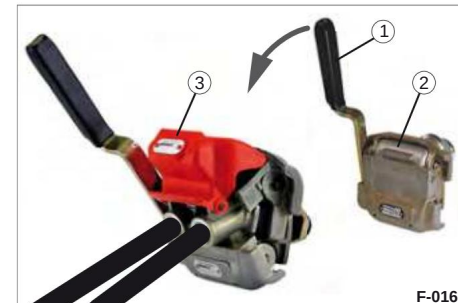

Fig. 19 Duo-Matic, koblet
• Tryk håndtaget (fig. 19/1) på Duo-Matic-
koblingshovedet (fig. 19/3) ind under det